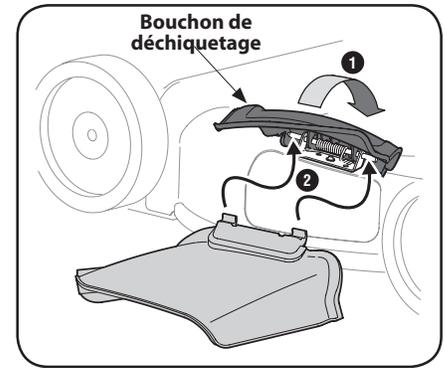

Figure 2-9
1. Relevez le bouchon de déchetage qui se trouve sur le côté de la tondeuse. Voir Figure 2-9.